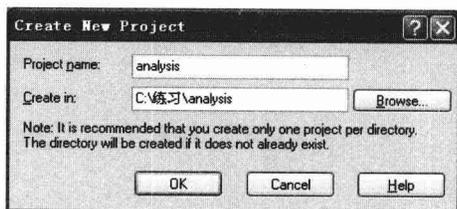

图 2-1 “创建新设计项目”对话框
① 选择菜单“File → New Project”，弹出“创建新设计项目”对话框，如图 2-1 所示。
② 在“Project”栏中输入“analysis”，项目路径为默认。
③ 单击“OK”按钮，创建一个名为“analysis”的工程项目。